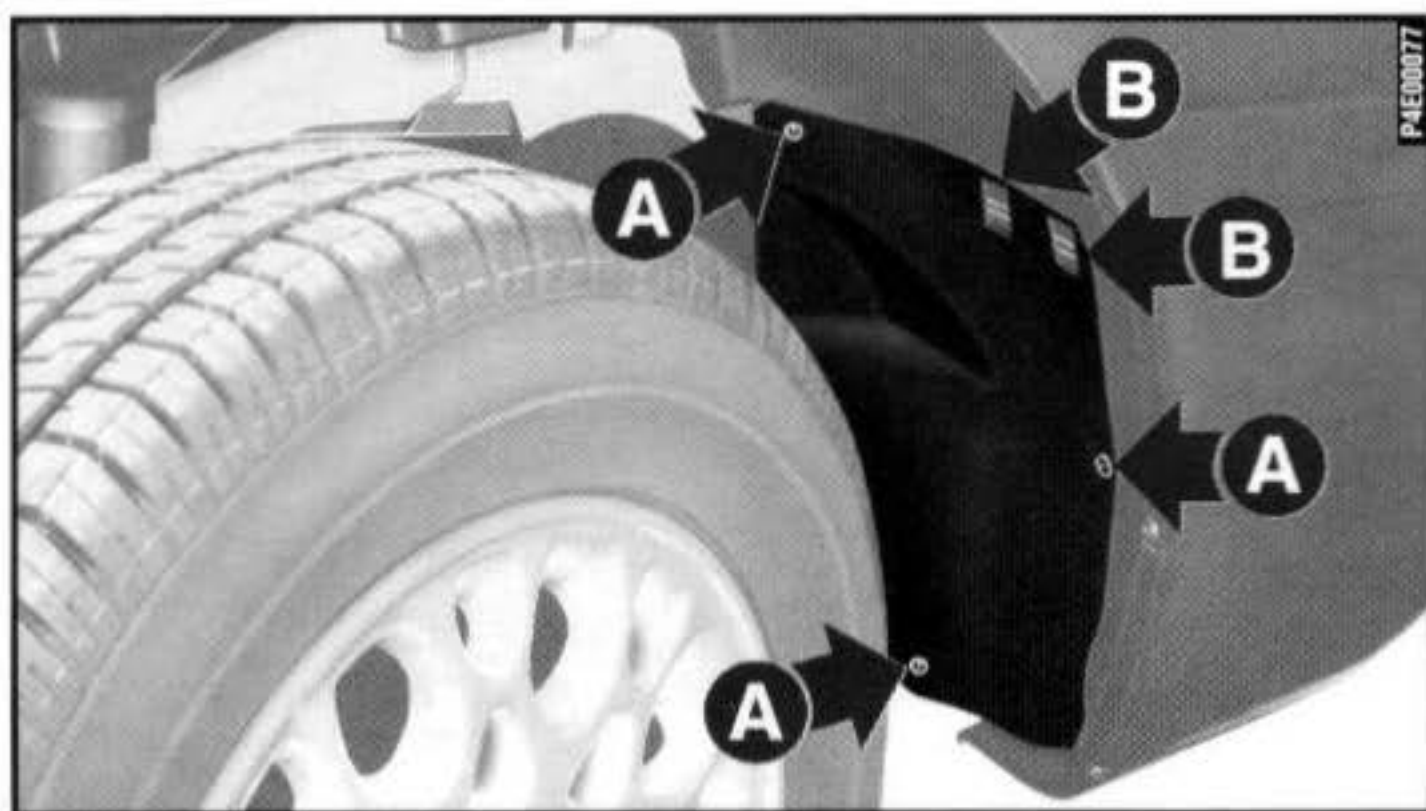

fig. 18
2) Soltar os parafusos **A**-fig. 18 da tampa da caixa da roda e puxá-la para baixo.
6) Remontar a tampa da caixa da roda **fig. 18**, encaixando-a nos pontos de bloqueio **B** e recolocando os parafusos **A**.